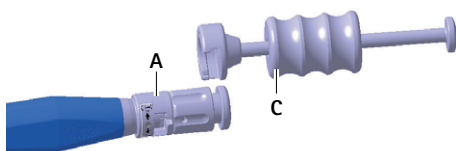

Fig. 5 Montage du marteau impacteur sur l'instrument d'insertion
- Monter le marteau impacteur C sur l'instrument d'insertion A, voir Fig. 5.
- Monter le marteau impacteur **B** sur l'instrument d'insertion **A**, voir Fig. 5.